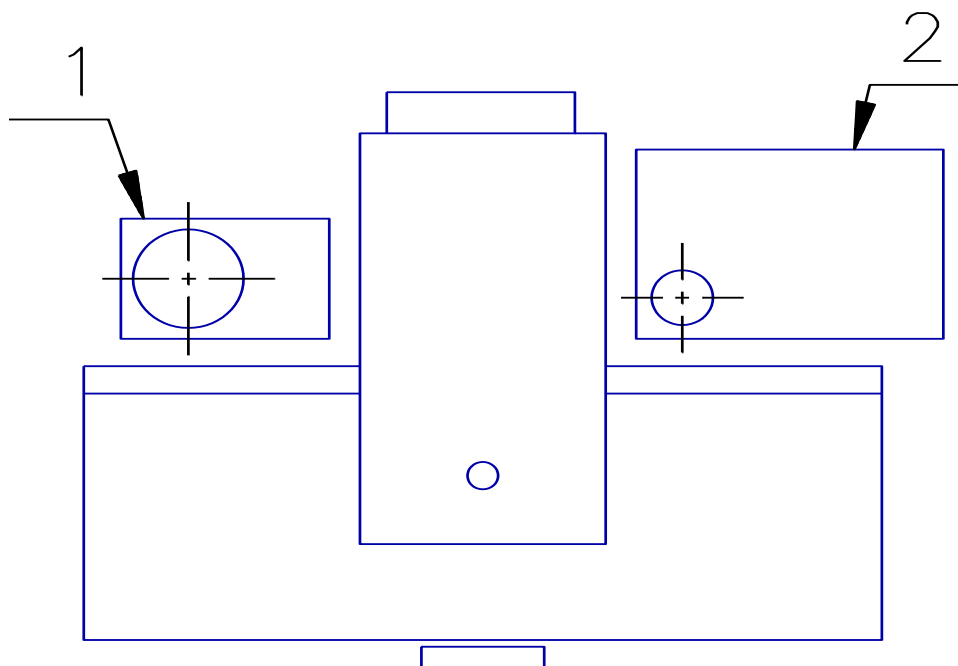

Рис. 11
2. Поместите гидравлическую станцию и резервуар для хонинговальной жидкости так, как показано на рис. 11. Эти рукава соединены в соответствии с номерами на станке, резервуаре и на самих рукавах.